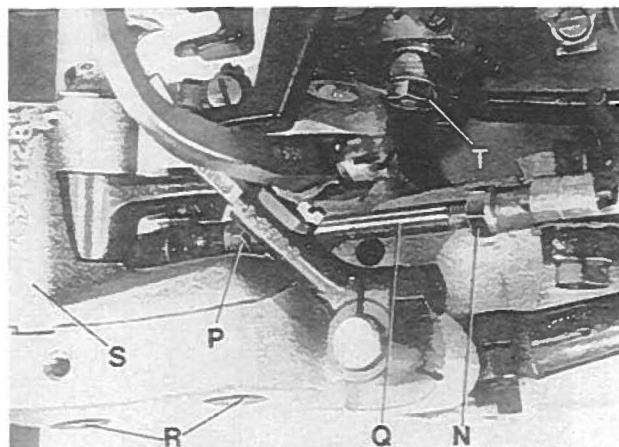

Fig.8
HINT: In case the adjusting possibility of the spreader by means of the two offset flats on the spreader shank is not sufficient, additionally the complete spreader shaft bearing (S, Fig. 8) can be moved slightly up or down when loosening screws (R). Retighten screws.
If an adjustment is necessary, loosen nuts (N and P, Fig. 8) and turn connecting rod (Q) forward or backward as required to obtain the required position. **Note:** The left nut (P) has a left hand thread. Temporarily snug the two nuts (N and P) manually.
After this setting recheck the position of the spreader to the left needle, as described above. Reset with connecting rod (Q, Fig. 8) if required and tighten nuts (N and P).
HINWEIS: Sollte die Einstellmöglichkeit des Blindgreifers mit Hilfe der beiden versetzten Befestigungsflächen am Greiferschaft nicht ausreichen, kann, nach Lösen der beiden Schrauben (R, Fig. 8), zusätzlich das ganze Greiferachsager (S) etwas nach oben oder unten verschoben werden. Ziehen Sie die beiden Schrauben wieder an.
Wenn eine Einstellung notwendig ist lösen Sie die Muttern (N und P, Fig. 8) und drehen die Verbindungsstange (Q) vor oder zurück bis die erforderliche Stellung erreicht ist. **Beachten Sie:** Die linke Mutter (P) hat ein Linksgewinde. Legen Sie vorerst beide Muttern (N und P) von Hand leicht an.
Prüfen Sie nach dieser Einstellung nochmal die Stellung des Blindgreifers zur linken Nadel, wie oben beschrieben. Stellen Sie bei Bedarf mit der Verbindungsstange (Q, Fig. 8) nach und ziehen Sie die Muttern (N und P) an.
If an adjustment is required, loosen nut (T, Fig. 8) on the double joint and swing the lower looper lever with lower looper accordingly to the right or left. Retighten nut (T).
Ist eine Einstellung notwendig, lösen Sie die Mutter (T, Fig. 8) am Doppelgelenk und schwenken Sie den Untergreiferhebel mit dem Untergreifer entsprechend nach rechts oder links. Ziehen Sie Mutter (T) wieder an.